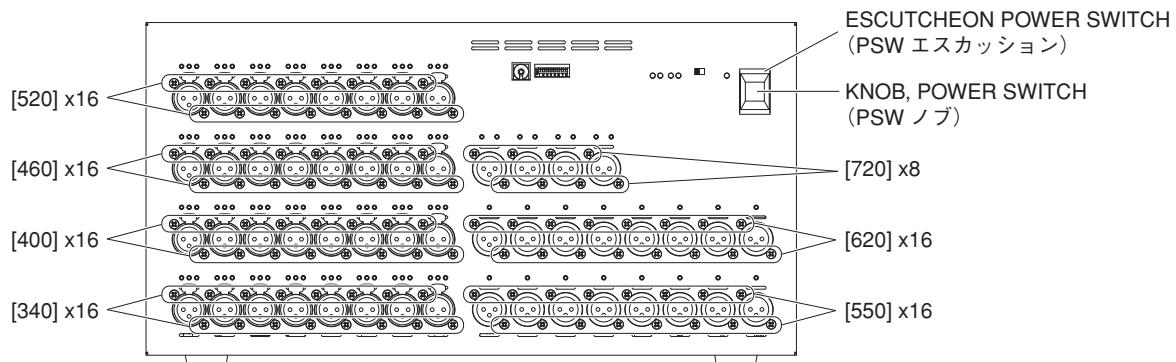
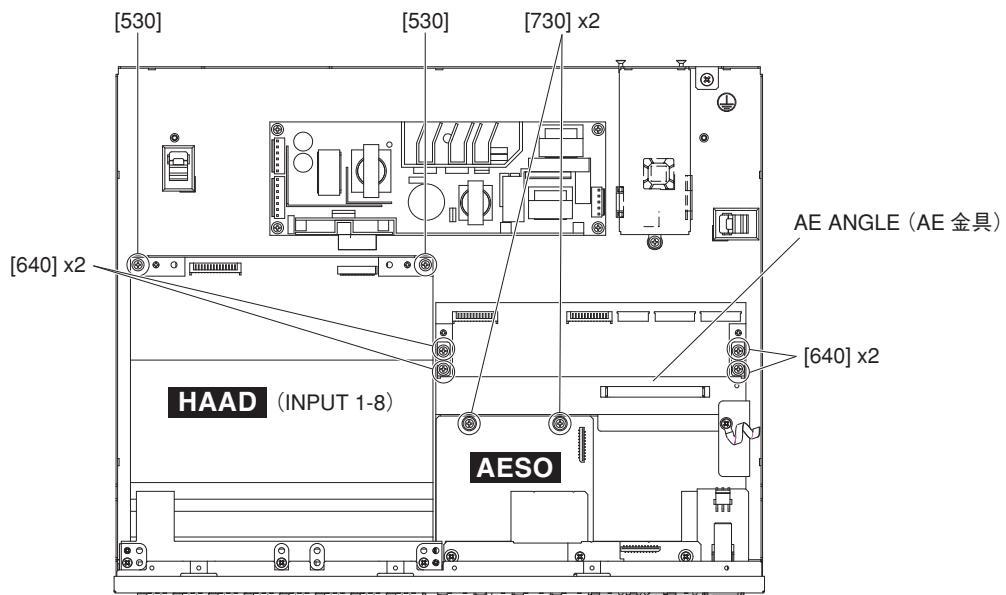

Fig. 4 (図4)
Fig. 5 (図5)
- 5-3. Remove the sixteen (16) screws marked [520]. (Fig. 4)
- 5-4. Remove the two (2) screws marked [530]. The HAAD circuit board (INPUT 1-8) can then be removed. (Fig. 5)
- 5-3. [520] のネジ 16 本を外します。(図4)
- 5-4. [530] のネジ 2 本を外して、HAAD シート (INPUT 1-8) を外します。(図5)
- 6-5. Remove the sixteen (16) screws marked [460]. The HAAD circuit board (INPUT 9–16) can then be removed. (Fig. 4)
- 7-6. Remove the sixteen (16) screws marked [400]. The HAAD circuit board (INPUT 17–24) can then be removed. (Fig. 4)
- 8-7. Remove the sixteen (16) screws marked [340]. The HAAD circuit board (INPUT 25–32) can then be removed. (Fig. 4)
- 6-5. [460] のネジ 16 本を外して、HAAD シート (INPUT 9–16) を外します。(図 4)
- 7-6. [400] のネジ 16 本を外して、HAAD シート (INPUT 17–24) を外します。(図 4)
- 8-7. [340] のネジ 16 本を外して、HAAD シート (INPUT 25–32) を外します。(図 4)
- 9-3. Remove the eight (8) screws marked [720] and the two (2) screws marked [730]. The AESO circuit board can then be removed. (Fig. 4, Fig. 5)
- 10-4. Remove the four (4) screws marked [640]. The AE angle can then be removed. (Fig. 5)
- 10-5. Remove the sixteen (16) screws marked [620]. The DA circuit board (OUTPUT 1-8) can then be removed. (Fig. 4)
- 9-3. [720] のネジ 8 本と [730] のネジ 2 本を外して、AESO シートを外します。 (図 4、図 5)
- 10-4. [640] のネジ 4 本を外して、AE 金具を外します。 (図 5)
- 10-5. [620] のネジ 16 本を外して、DA シート (OUTPUT 1-8) を外します。 (図 4)
- 11-6. Remove the sixteen (16) screws marked [550]. The DA circuit board (OUTPUT 9-16) can then be removed. (Fig. 4)
- 11-6. [550] のネジ 16 本を外して、DA シート (OUTPUT 9-16) を外します。 (図 4)